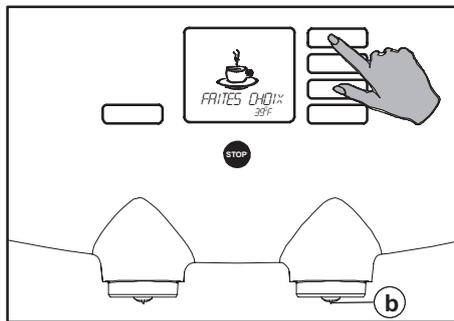

Fig. 13 Sélectionnez la boisson souhaitée
2. Appuyez sur un des boutons de sélection de droite (fig. 13). N'appuyez pas sur le bouton de la verseuse, s'il existe.
- Maintenant le distributeur verse la boisson par le bec de sortie de droite (fig. 13 b) et s'arrête automatiquement après avoir rempli la tasse.